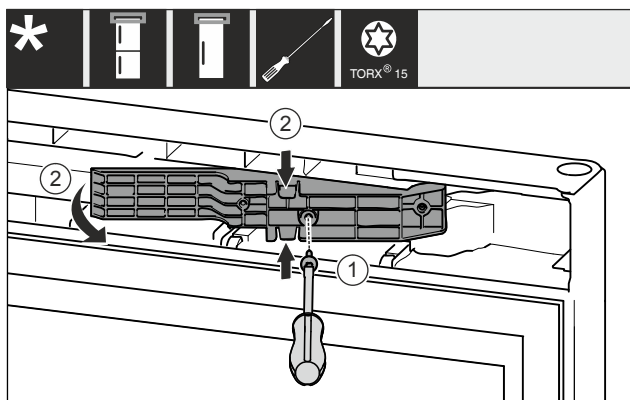

Fig. 12 \*
- ▶ Lossa skruvarna med en torxskruvmejsel T15. Fig. 12 (1)\*
- ▶ Dra ut adaptorn. Fig. 12 (2)\*